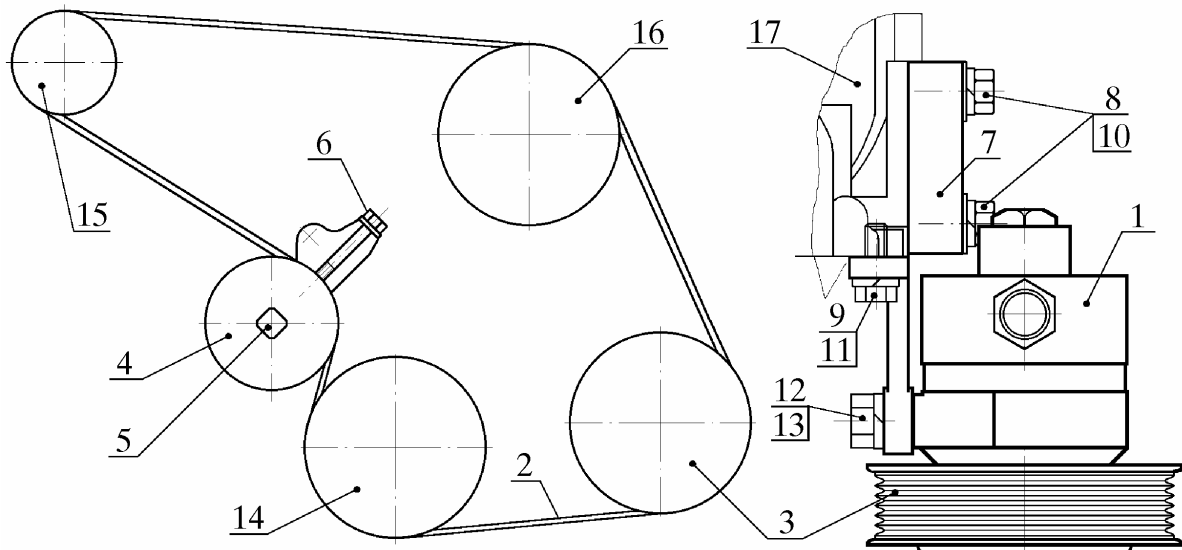

Рис. 4. Снятие насоса ГУР:
4.4. Снять насос 1 (рис. 4) ГУР